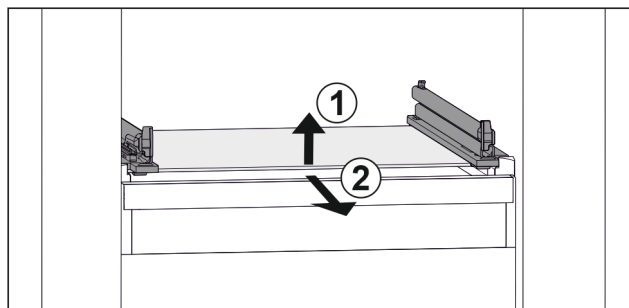

Fig. 129 Lasihyllyn esimerkinomainen kuvaus
- Nosta lasihyllyä edestä. Fig. 129 (1)
- Poista lasihylly vetämällä sitä eteenpäin. Fig. 129 (2)